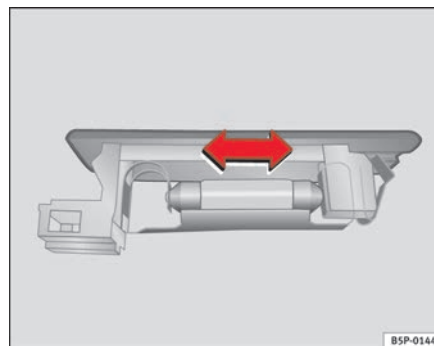

Abb. 197 Gepäckraumbeleuchtung
- Die Lampe zur Seite drücken und aus ihrer Halterung herausnehmen ⇒ Seite 267, Abb. 197. ■